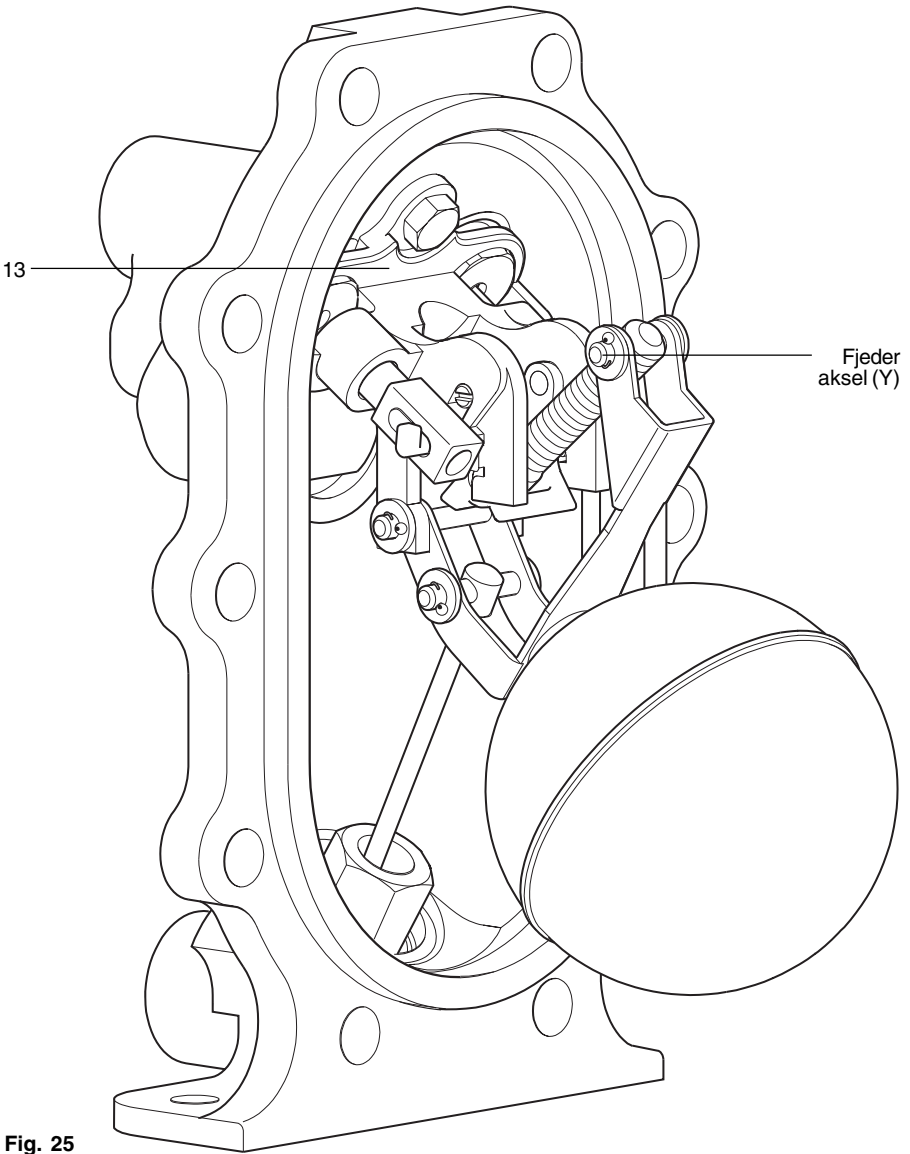

Fig. 25
19. Kontroller at aktuatoren er på linie, og at den er placeret korrekt i sporene i pumpebeslaget (13).
21. Ved montage af fjederakslen (Y) (30 mm lang) skal der altid bruges nye splitte og skiver.
**Bemærk:** Mekanismen er konstrueret til at være justeringsfri, hvilket letter montagen af de nye dele. Hvis mekanismen ikke fungerer efter montagen, kontrolleres det, at de monterede dele er monteret korrekt iflg. fig 25.
25. Tilslut drivmidlet til portene mærket (S) & (E). Tilslut derefter kondensat tilslutningerne til henholdsvis (IND) og (UD). APT10 pumpe udladeren er nu klar til ibrugtagning.